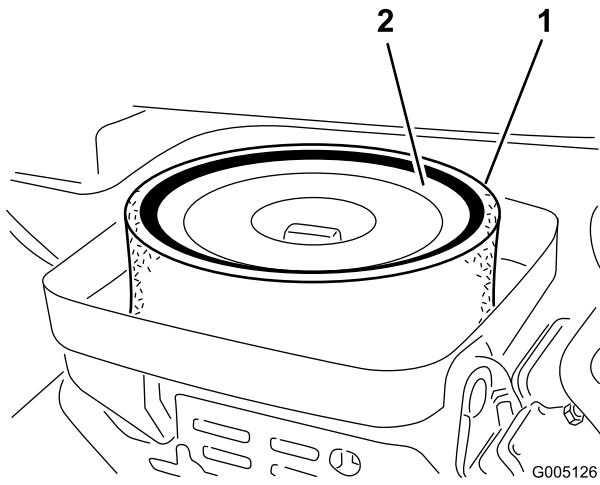

図 41
4. スポンジ 図 41を点検し、汚れていればペーパーエレメントから外す。以下の要領で丁寧に清掃してください